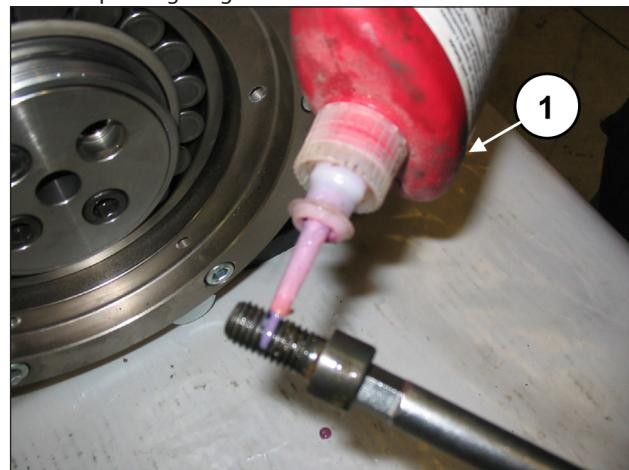

Abb. 87
Tragen Sie LOCTITE 243 auf das Gewinde der Schrauben M12x25 (Pos. ①, Abb. 87) auf.